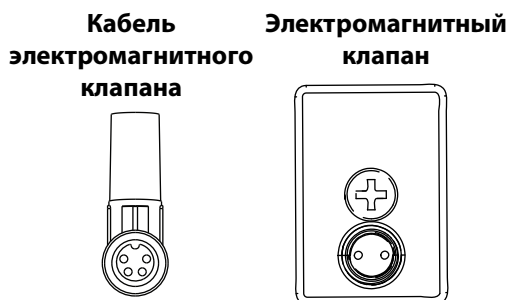
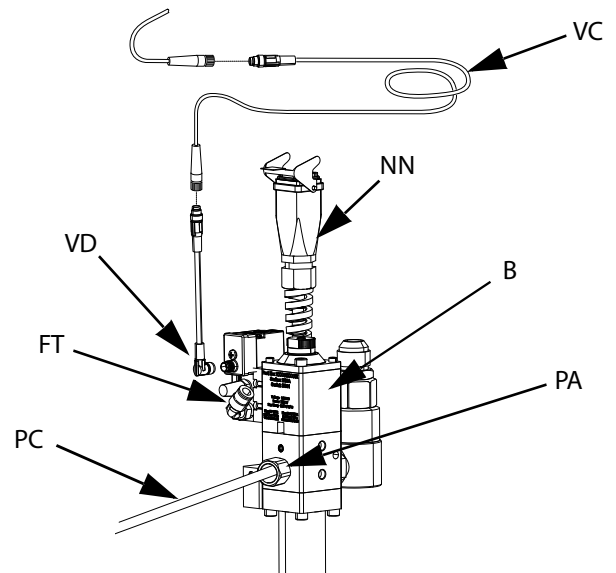

Рис. 30
Рис. 31
12. Подключите линию подачи воздуха (AR) (не входит в комплект поставки) к воздушному фитингу (FT) на электромагните раздаточного клапана. См. в инструкции по эксплуатации и спецификацию деталей раздаточных клапанов iQ. См. Рис. 31.
- a. Подключите кабель соленоида (VC) к 4-контактному концу M8 кабеля-разветвителя, подключенного к разъему 4 электропривода (AB). См. **Соединения электропривода** для одиночных рам на стр. 18. См. Рис. 31.
- b. Подключите согнутый под углом 90 градусов конец прилагаемого 4-контактного кабеля M8 (VD) к раздаточному клапану, а прямой конец кабеля электромагнитного клапана к (VC). См. Рис. 31.
- a. Подсоедините кабель соленоида раздаточного клапана к коннектору соленоида раздаточного клапана (YY) на тандемном блоке (R).
- b. Подключите согнутый под углом 90 градусов конец прилагаемого 4-контактного кабеля M8 (15N040) к раздаточному клапану, а прямой конец кабеля электромагнитного клапана к (VC). См. Рис. 31.
- c. Подключите один штекерный конец 4-контактного разделителя M8 (TT) на тандемном блоке (R) к 4-контактному концу M8 кабеля-разделителя, подключенного к разъему 4 на электроприводе (AB) для рамы 1 и рамы 2. См. **соединения электропривода** для **Тандемная рама** на стр. 19.
**ПРИМЕЧАНИЕ:** Перед подключением кабеля к электромагнитному клапану убедитесь, что контакты на кабеле электромагнитного клапана ориентированы так, как показано на Рис. 30